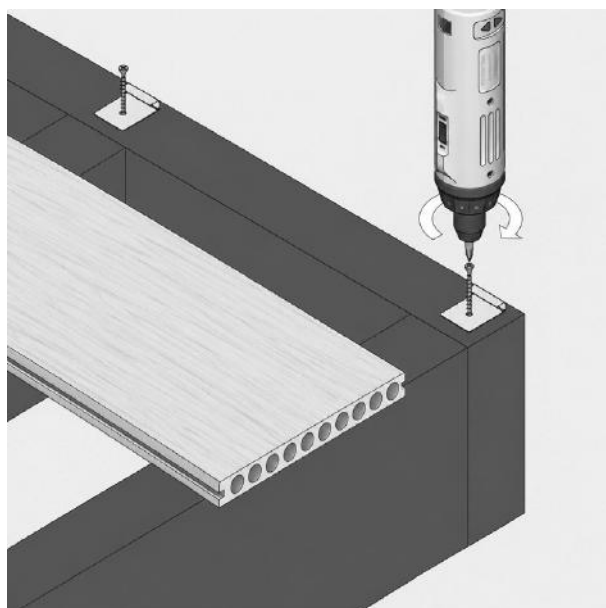
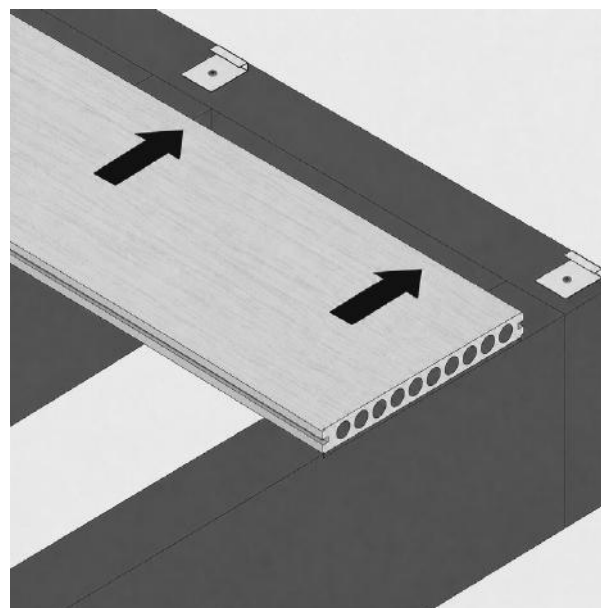

FIG. 2 – PREMIÈRE LAME FIXÉE AVEC DES CLIPS DE DÉPART INVISIBLES PURAFIX™
FIG. 3 – CLIP INVISIBLE INSÉRÉ DANS LE CHANT RAINURÉ DE LA LAME
- 01 La première lame doit être fixée à l'aide de clips de départ invisibles PuraFix™ qui se clipsent dans la rainure latérale de la lame (fig. 2) : alignez les clips de départ le long de la première lambourde, tous les 300 mm sur la longueur de la lambourde ; vissez fermement chaque clip à la lambourde ; clipsez simplement la première lame de terrasse sur les clips de départ (fig. 3).
- 02 Pour fixer les lames adjacentes, placez les clips invisibles PuraFix™ (3 mm ou 6 mm) dans le chant rainuré de la lame fixée et insérez la vis de fixation dans les clips invisibles (fig. 3) : les trous de vis doivent être alignés sur les entraxes des lambourdes ; assurez-vous que la partie fraisée du clip invisible de fixation est orientée vers le haut ; installez 1 clip invisible sur chaque lambourde ; utilisez toujours des clips invisibles aux extrémités des lames ; utilisez 1 clip par extrémité de lame aux joints bout à bout (ne partagez jamais un clip entre 2 extrémités de lames).